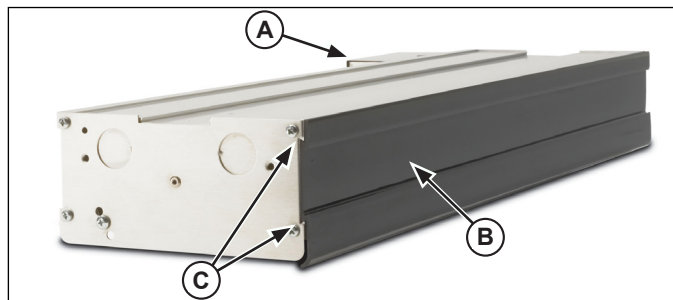

Figura 1. Instalación de los paneles Kool-Touch®.
1. Comenzando en el lado que no tiene la caja de control (A), deslice el panel Kool-Touch® (B) a su posición empezando en un extremo de la unidad. Deslice el panel Kool-Touch® en el canal (C) en el costado de la unidad hasta que quede en su lugar. (Las unidades acopladas requieren dos piezas recortadas a medida). Consulte la Figura 1.